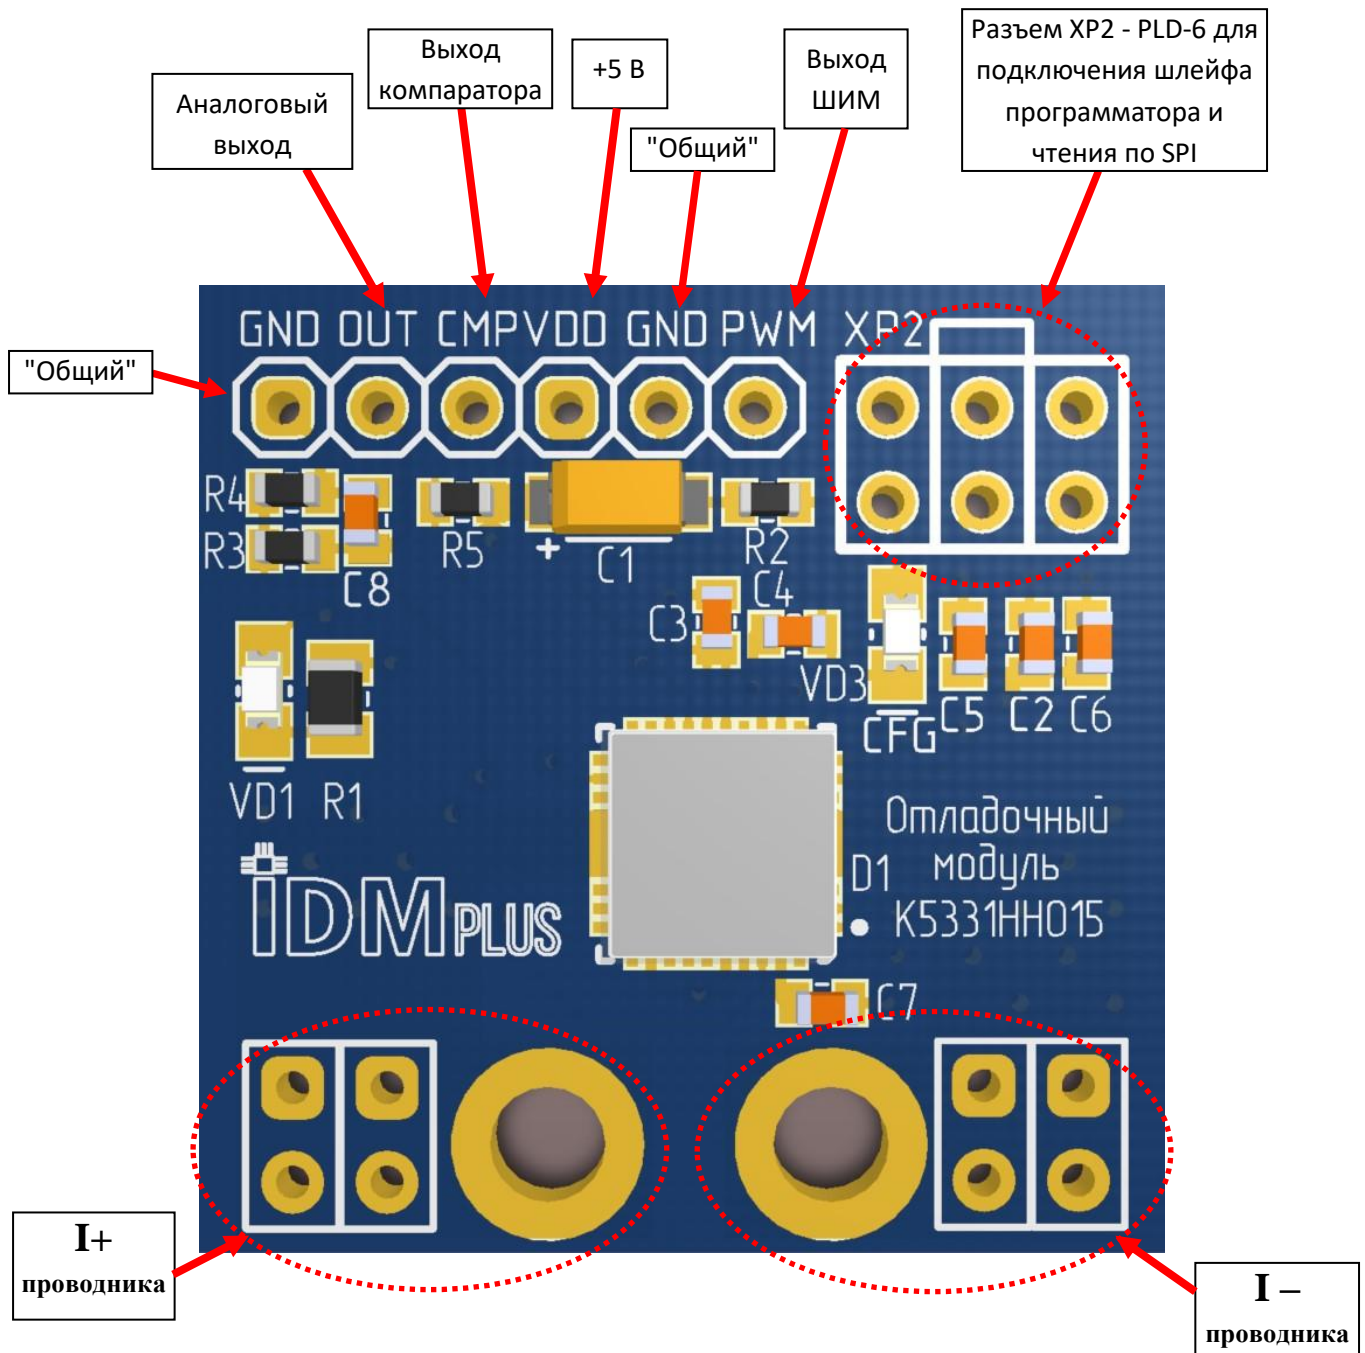

Рисунок 1 - Схема расположения выводов и описание назначения выводов для подключения отладочного модуля K5331NH015.
1. Подключить вывод "**VDD**" отладочного модуля датчика тока (далее – отладочный модуль K5331HH015) к положительному выходу ("+") источника питания См. рисунок 1 ниже.
5. Подключить к штыревым выводам (или припаять провода к металлизированным отверстиям отладочного модуля K5331HH015) источник тока (как показано на рисунке 1). Задать источником питания ток в печатный проводник (см. рисунок 1) и плавно изменяя ток в проводнике - измерять напряжение на выводе "OUT", относительно "GND". Напряжение на выводе "OUT" изменяется линейно от величины тока в проводнике.